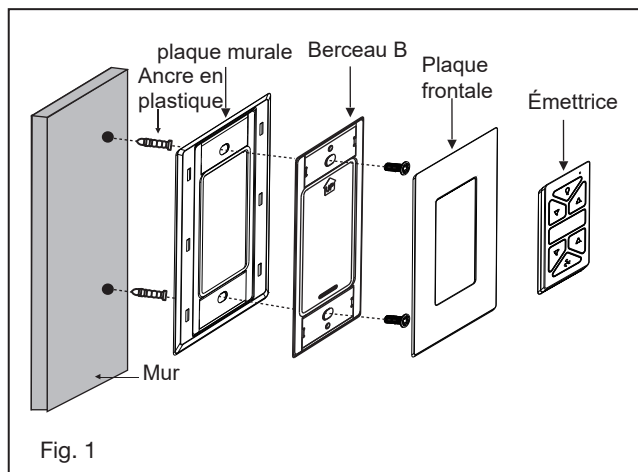

Fig. 1
- 3 Placez les trous de serrure sur l'ensemble LED sur les 2 vis précédemment desserrées, tournez la plaque lumineuse jusqu'à ce qu'elle se verrouille en place au niveau de la section étroite des trous de serrure. Fixez en serrant les 2 vis précédemment desserrées et celle précédemment retirée. (Fig. 1)
- 1 Sélectionnez un emplacement souhaité. Utilisez la plaque murale pour marquer l'emplacement des trous de montage. Des chevilles murales en plastique ou des vis de montage sont nécessaires pour cette application. (Fig. 1)